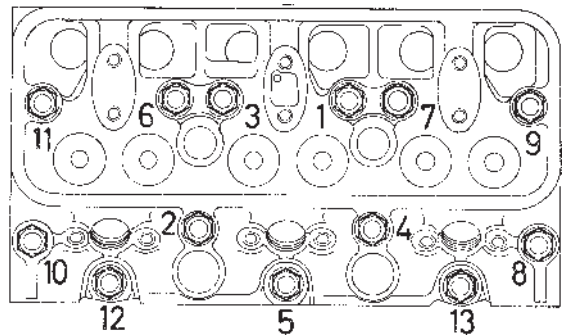

Fig. 25 Schéma de serrage
7. Serrer les vis de culasses en trois étapes avec une clé dynamométrique et suivant l'ordre indiqué sur le schéma de serrage (figure 25).